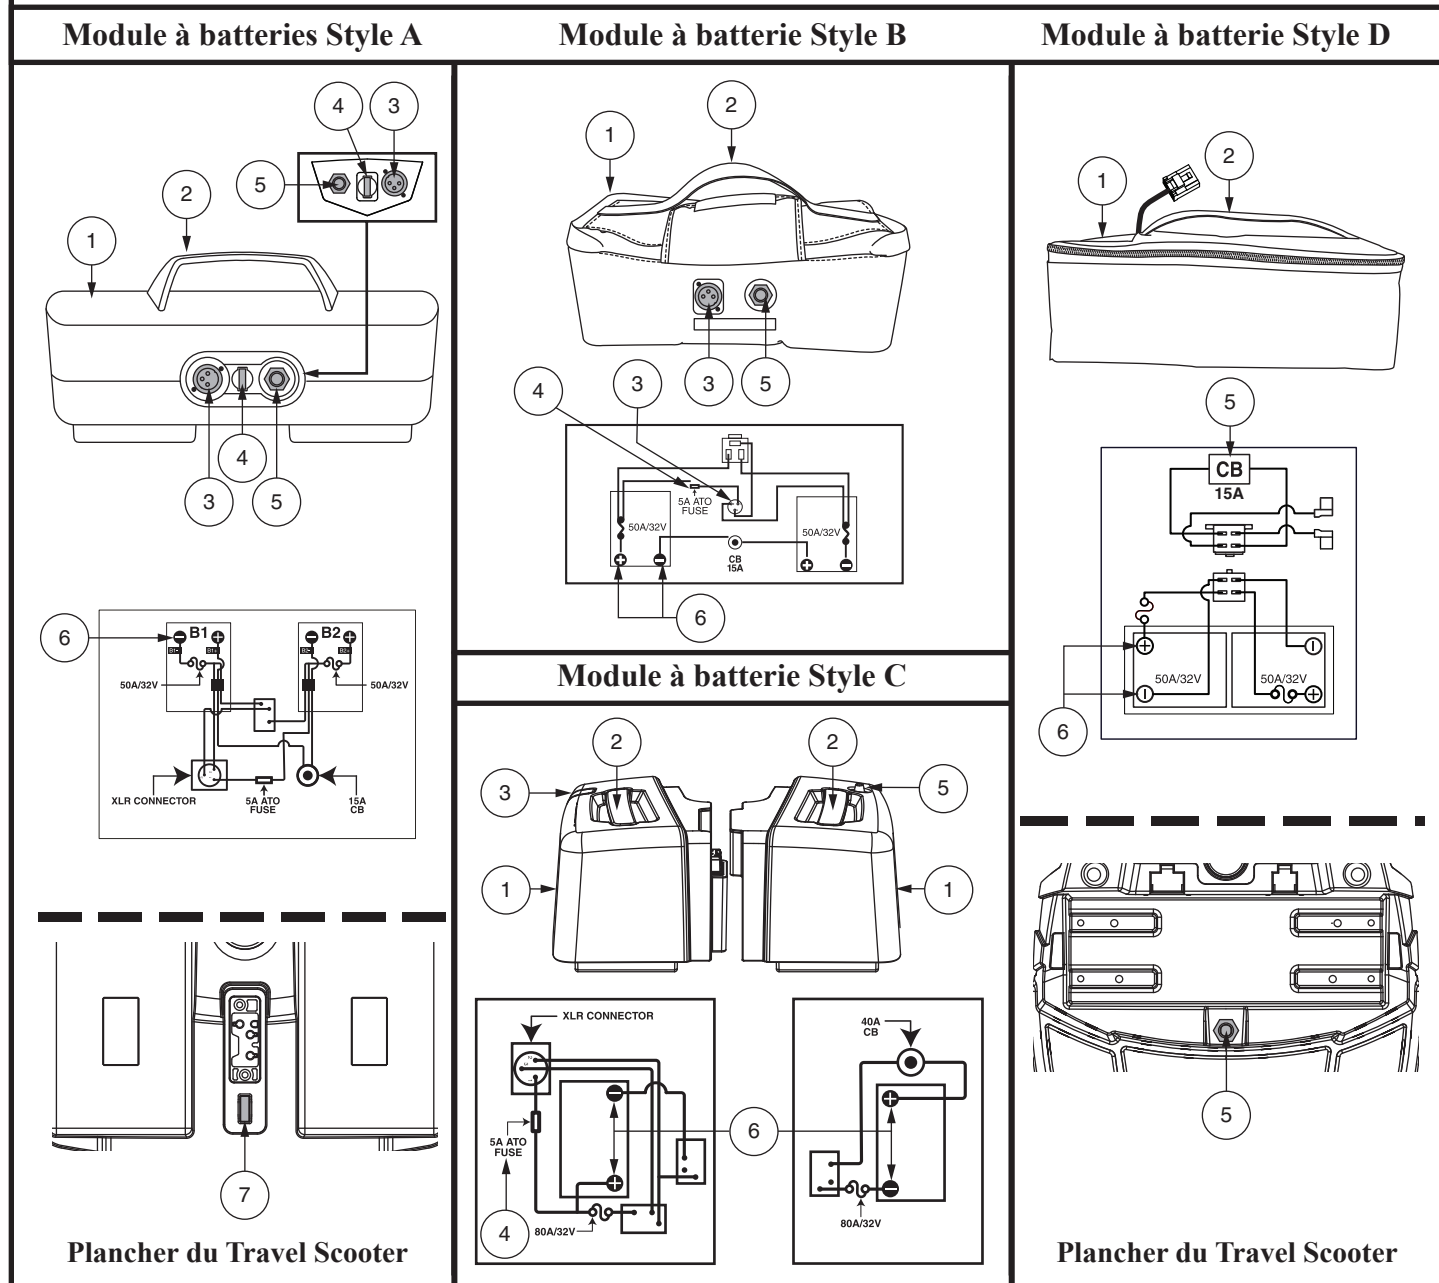

Figure 10. Module à batteries
Votre Travel Scooter est équipé d'un module à batterie innovateur facilement enlevable. Une poignée située sur le dessus facilite l'enlèvement du Travel Scooter d'une seule main. Selon la configuration de votre Travel Scooter, la batterie contient une ou deux batteries rechargeables et peut contenir la prise du cordon d'alimentation du chargeur, le disjoncteur principal (bouton de réinitialisation) et le fusible de la batterie. **Voir les figures 10 et 11.**
Lorsque les batteries sont faibles et que la demande est excessive (charge lourde ou pente forte) le disjoncteur peut se déclencher pour éviter d'endommager les composantes électroniques et le moteur. **Voir la figure 10 et 11.**
Le fusible situé sous le boîtier à batteries protège les composantes électroniques de la console. **Voir la figure 10.** Si la console cesse de fonctionner, vérifiez ce fusible. Voir VII. "Problèmes et solutions" pour les instructions de remplacement.
- Assurez-vous que le fusible du module à batteries est en bon état. **Voir la figures 10 et 11.**